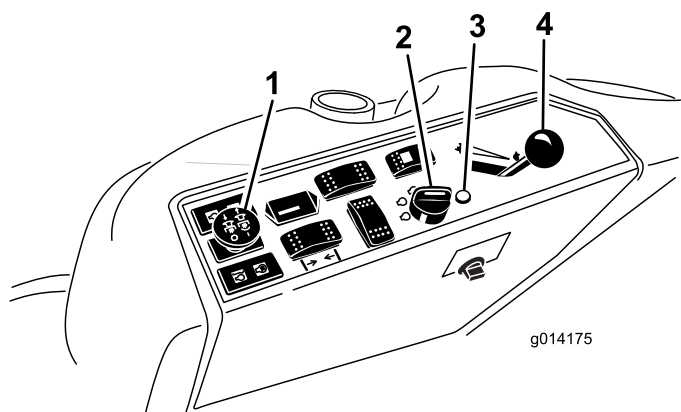

図 11
4. PTO スイッチをOFF 位置とする (図 11)。
5. スロットルレバーを Fast と Slow の中間にセットする (図 11)。